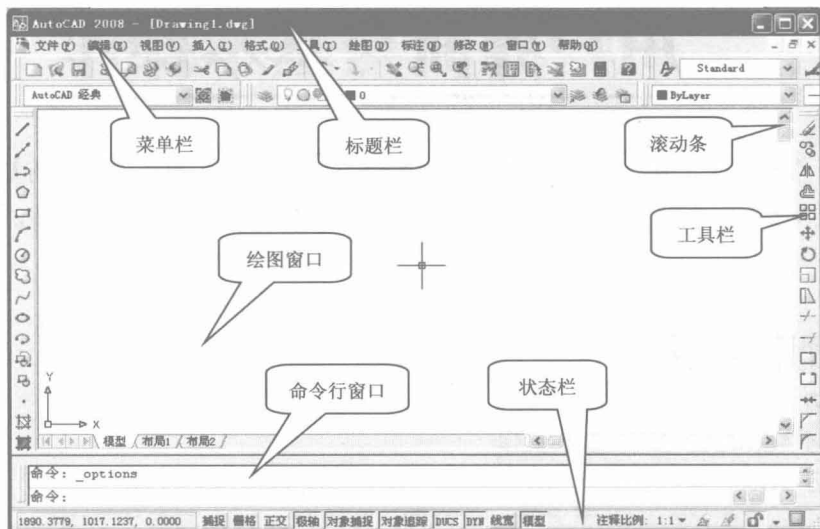
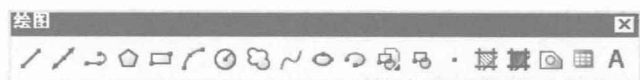

图 1-1 AutoCAD 2008 界面
图 1-2 “绘图”工具栏
用户启动 AutoCAD 2008, 并选择“AutoCAD 经典”工作空间后, 将出现如图 1-1 所示的界面。AutoCAD 2008 用户界面主要由标题栏、绘图窗口、菜单栏、工具栏、命令行窗口、滚动条、状态栏等组成, 下面分别进行介绍。
AutoCAD 常用的一些命令按钮。用户直接单击工具栏上的图标按钮,就可以调用相应的命令。AutoCAD 最初显示 6 个工具栏:“标准”、“样式”、“图层”、“特性”、“绘图”、“修改”。图 1-2 所示为“绘图”工具栏。
有的工具栏图标的右下角有一个小三角形符号,如图 1-2 所示的图标,它表示单击该图标的小三角形后将弹出一个由多个子命令图标组成的弹出工具栏。如果选择了弹出工具栏中的某一个图标,那么该图标将位于弹出工具栏的顶部,并成为默认的选择。
(4) 重复命令。无论使用何种方法输入了一个命令,都可以在下一个“命令:”提示符出现以后,通过按下空格键或 Enter 键来重复这个命令。另外,在没有执行任何命令和选择任何对象时,在绘图窗口中单击鼠标右键,在弹出如图 1-1 所示的快捷菜单中选择第一个选项,即可重复执行上一个命令,还可以选择“最近的输入”选项以及如图 1-2 所示的快捷菜单中选择“近期使用的命令”选项来访问最近使用过的命令。